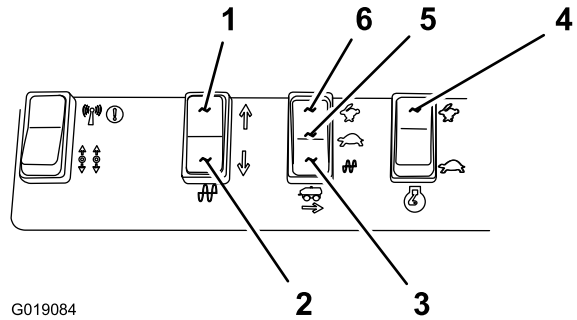

Figure 43
1. Placez la commande de régime moteur en position haut régime (Figure 43).
- Lancez la fonction de vibration en marche avant en appuyant sur la partie avant de la commande de direction de vibration (Figure 43).
- Lancez la fonction de vibration en marche arrière en appuyant sur la partie arrière de la commande de direction de vibration (Figure 43).